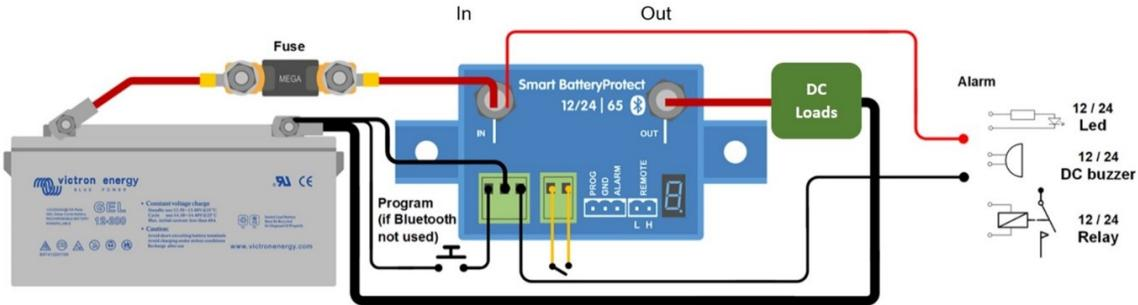

Bild 1: Kopplingsschema för SBP-65 (använd fjärringången för systemets av/på-funktion)
8. En fjärrkontakt för av/på kan kopplas mellan Fjär H och Fjär L (se bild 1).
9. En summer, en LED eller ett relä kan kopplas mellan larmutgången och batteriets positiva pol (se bild 1). Maximal belastning på larmutgången: 50 mA (kortslutningsräckrad).